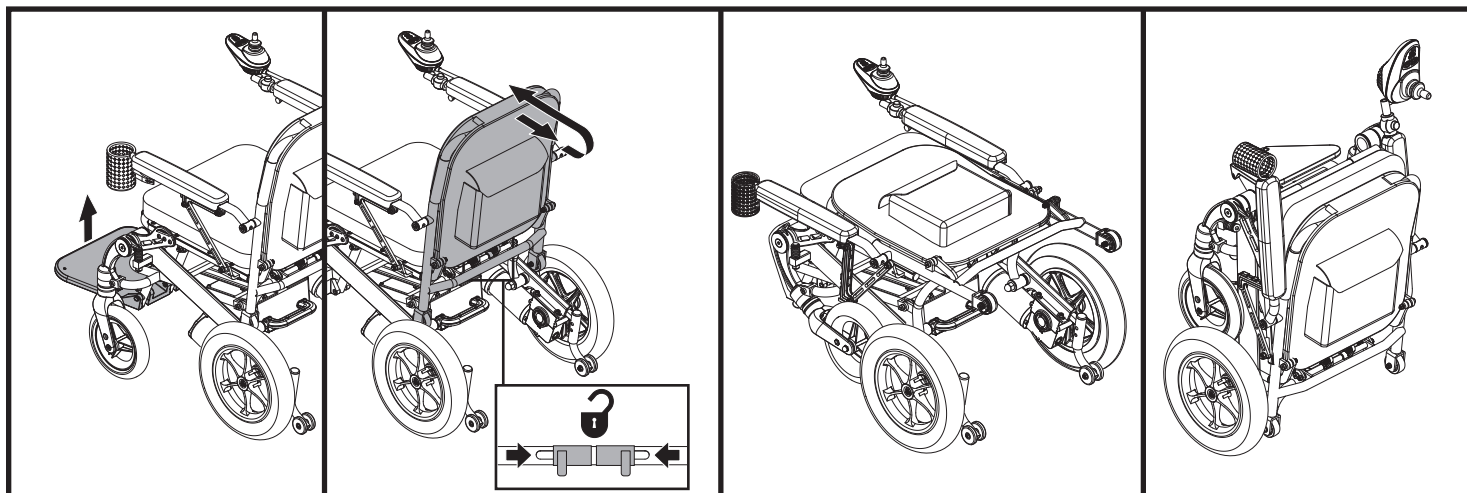

Abb. 7. Zusammenfallen des iGo+®
3. Legen Sie eine Hand auf die Sitzlehne und ziehen Sie diese zu sich, während Sie die Stifte des Verriegelungsmechanismus zusammendrücken. **Siehe Abb. 7.**